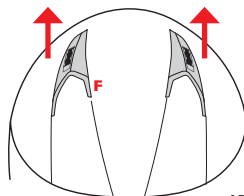

ABBILDUNG 3
- Abbildung 3: Schieben Sie den Schieberegler nach hinten, so dass die Lüftungsöffnungen vollständig geöffnet sind.